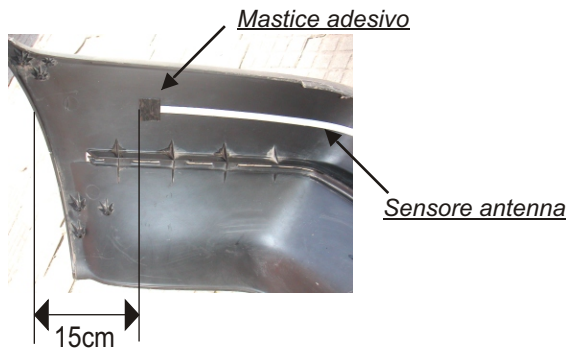

Fig. 4
Tagliare via la parte del sensore antenna non utilizzata e bloccarne bene le due estremità con lo speciale mastice adesivo in dotazione (fig.4). Applicare uno strato di antirombo a spruzzo o pennello su tutta la lunghezza del sensore antenna (consigliato). Non utilizzare silicone.
- 1) E' importante iniziare e finire l'applicazione del nastro a circa 15 cm da entrambe le estremità del paraurti (fig.4).